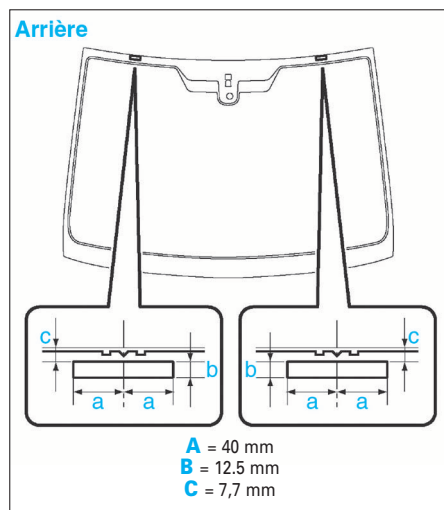

FIG. 3
- Poser les 2 arrêts de vitre de pare-brise N°2 (Fig.3).